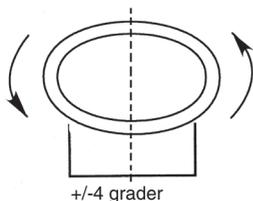

Fig. 3A
4. Bruk veggfestet som mal, merk punkter for skru hull og bor hullene. Bruk passende skruer og ev. plugger. Strålekasteren skal monteres slik at den henger stabilt! Plasser strålekasteren horisontalt ($\pm 4^\circ$) (Fig. 3A).